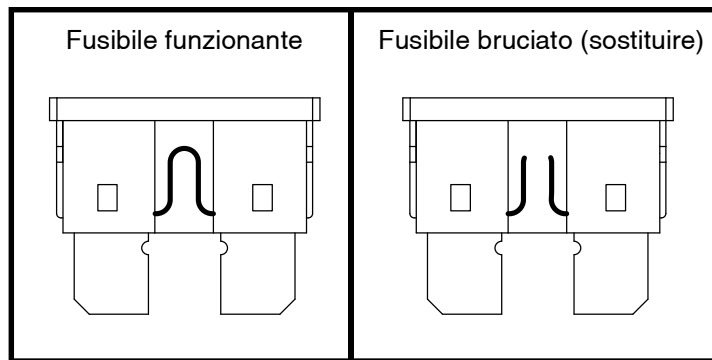

Figura 20. Sostituzione del fusibile
2. Esaminare il fusibile per accertarsi che sia bruciato. **Vedere figura 20.**